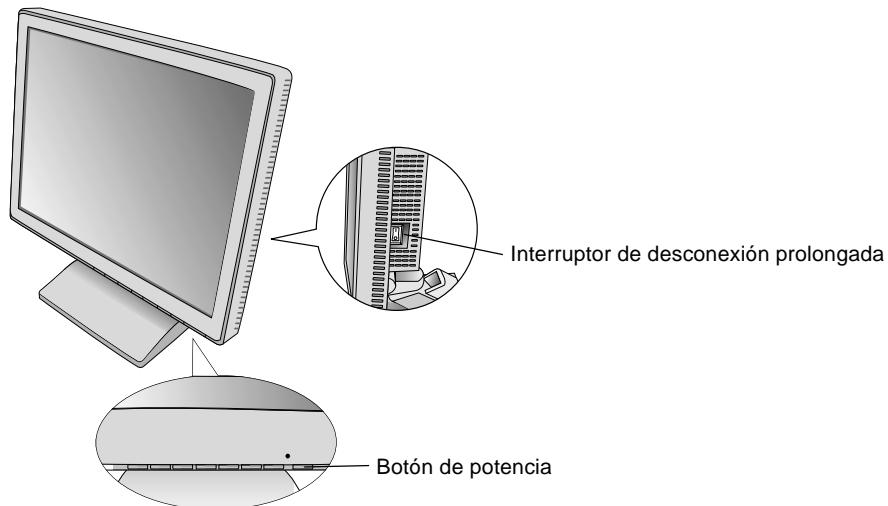

Figura D.1
6. El interruptor de desconexión prolongada situado en el lado derecho del monitor debe estar conectado (**figura D.1**). Encienda el monitor con el botón de potencia y conecte el ordenador.